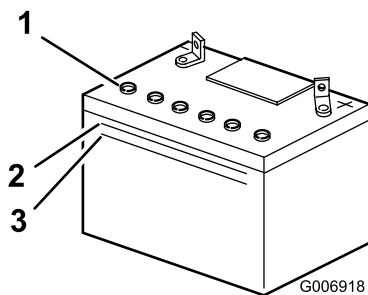

Figura 36
2. Guardate il fianco della batteria. L'elettrolito deve raggiungere la linea superiore (Figura 36).
**Nota:** non lasciate scendere l'elettrolito sotto la linea inferiore (Figura 36).
2. Togliete i tappi di riempimento (Figura 36).
3. Versate lentamente dell'acqua distillata in ogni elemento della batteria, finché non raggiunge la parte inferiore del tubo (Figura 36).